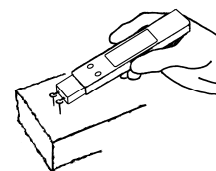

Imagen 3.2
- Coloque las agujas de penetración sobre la cabeza de clavo (**imagen 3.2**)